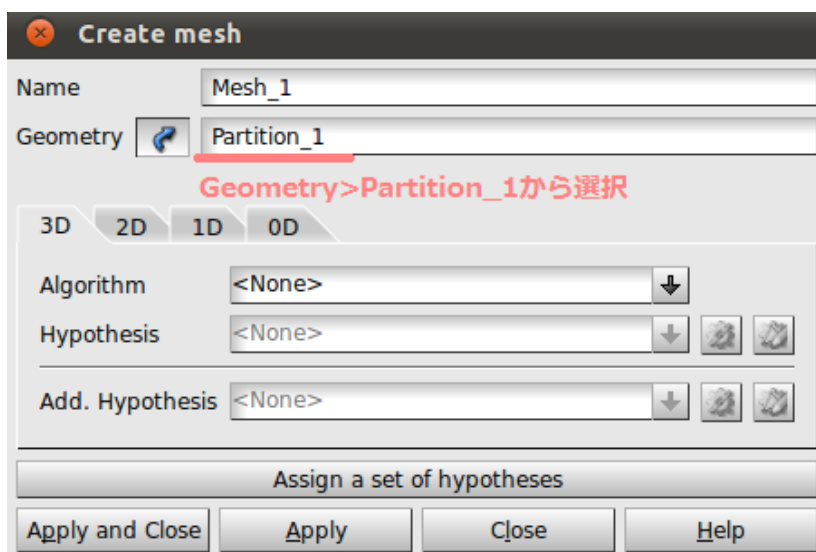

図 24 Create mesh
②メニューバーから Mesh→Create Mesh を選択する。
③表示されたウィンドウ「Create mesh」内の Geometry に Object Browser から Geometry>Partition_1 を選択する。(参照：図 24)